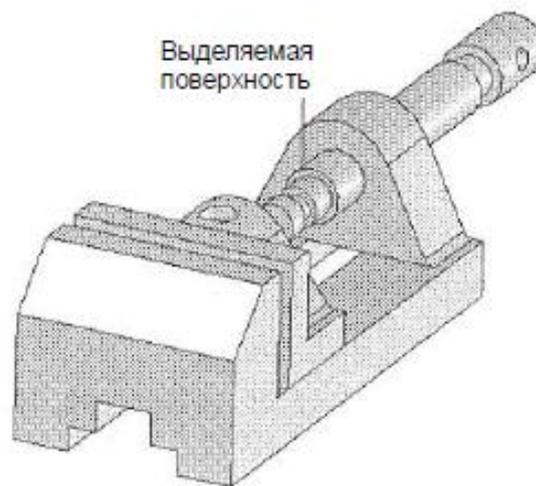

Рис. 5.19. Поверхность для создания сопряжения
9. Поверните вид сборки и выделите поверхность губок тисков (рис. 5.18). Затем выделите поверхность прижимного винта (рис. 5.19).